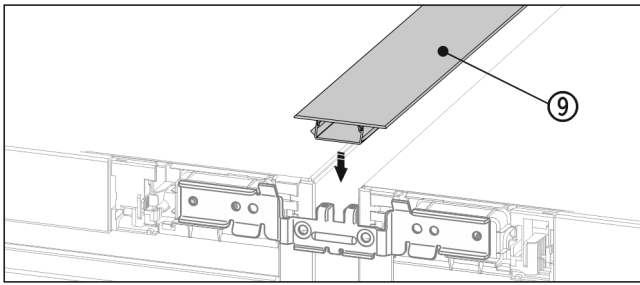

Fig. 21
- ▶ În partea superioară presați profilul de mascare Fig. 21 (9) scurt în fanta orizontală.